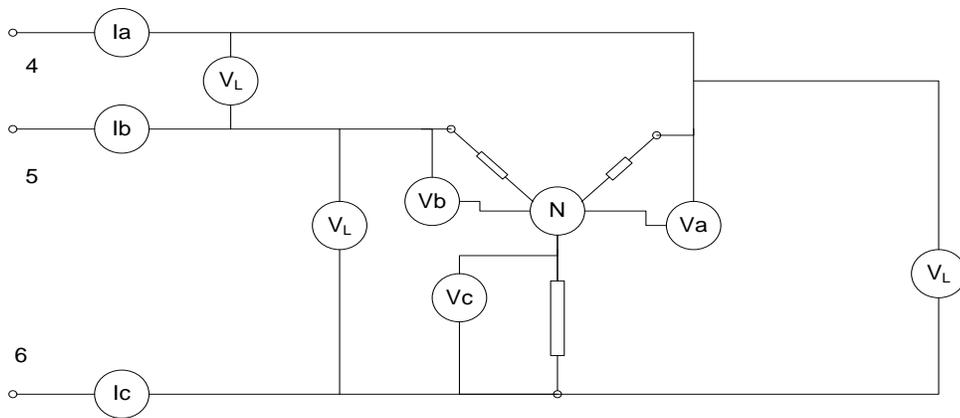

Figura 1
1.1. Conecte el circuito de la figura 1. Ajuste cada sección de resistencias a 400 ohms y con un voltaje de alimentación de 208 Volts (voltaje de línea), mida y anote los voltajes y las corrientes indicadas en la tabla 1.